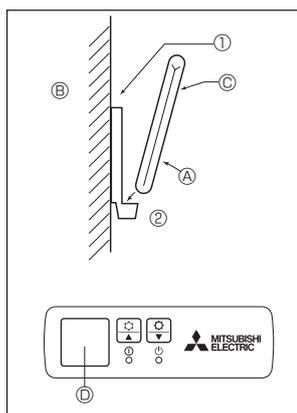
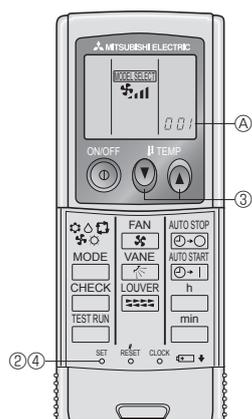

Fig. 6-5
Fig. 6-6
2) Méthode d'installation (Fig. 6-5)
- ① Attacher le support de la télécommande à l'endroit voulu à l'aide de vis à taraud.
- ② Mettre la partie inférieure de la télécommande dans le support.
3) Programmation (Fig. 6-6)
- ① Introduire les piles.
- ② Appuyer sur le bouton SET à l'aide d'un objet pointu.